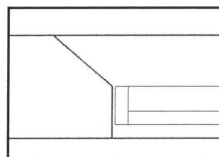

Fig. 04.129.
- Nu skulle vinduet/væggen i 2D gerne se ud som på Fig. 04.129.